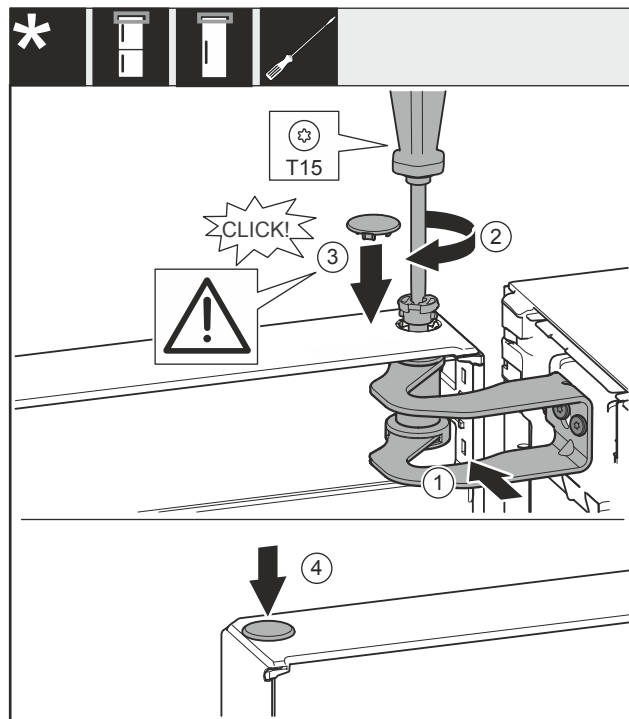

Fig. 25
- Aligner la porte sur l'ouverture du support de palier Fig. 25 (1).
- Insérer l'axe Fig. 25 (2) et le serrer avec un tournevis.
- Installer le couvercle Fig. 25 (3).
- Vérifier que le couvercle Fig. 25 (3) repose bien sur la porte.
- Installer le couvercle Fig. 25 (4).